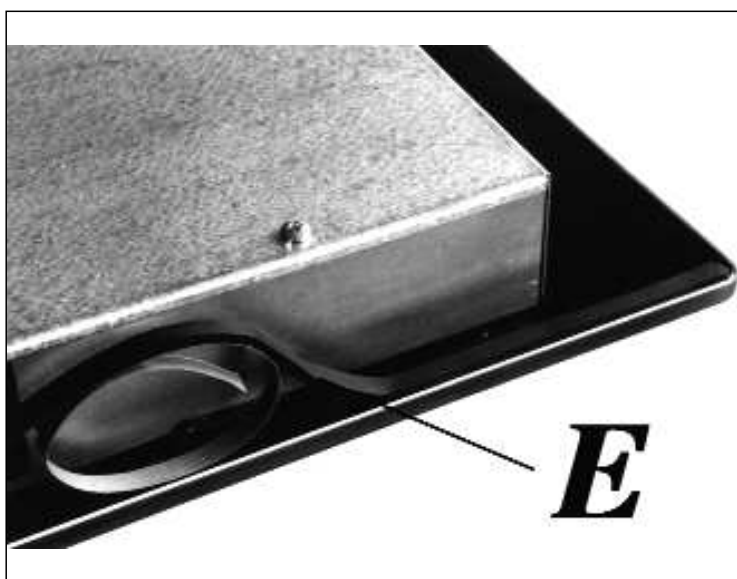

РИС. 9: Все модели
- переверните варочную поверхность и правильно расположите уплотнитель "E" (рис.9) по краю поверхности таким образом, чтобы внешняя сторона уплотнителя точно совпала с внешним краем рабочей поверхности. Края полосок должны совпадать, не выступая друг за друга.
- переверните варочную поверхность и правильно расположите уплотнитель "Е" (рис.9) по краю поверхности таким образом, чтобы внешняя сторона уплотнителя точно совпала с внешним краем рабочей поверхности. Края полосок должны совпадать, не выступая друг за друга.